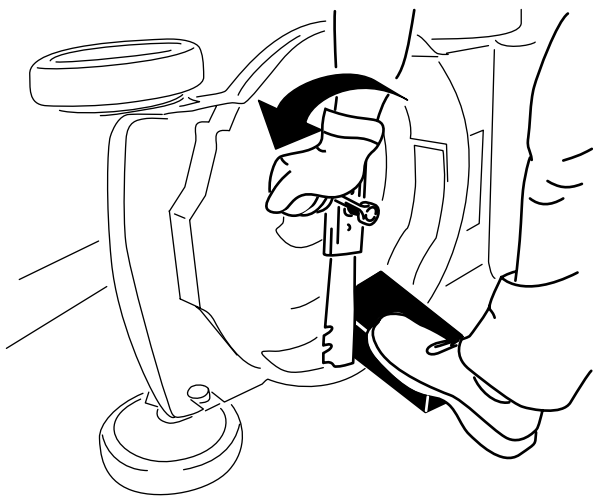

Figure 32
3. Immobilisez la lame avec un morceau de bois (Figure 32).